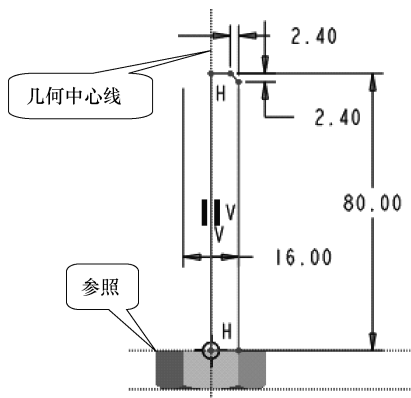

图 6-82 草绘截面
(8) 选择【旋转】工具,以“FRONT”基准面作为草绘平面,以“RIGHT”基准面作为草绘方向参照,方向选择【右】,选取六棱柱上底面为参照,草绘截面和轴线,如图 6-82 所示。